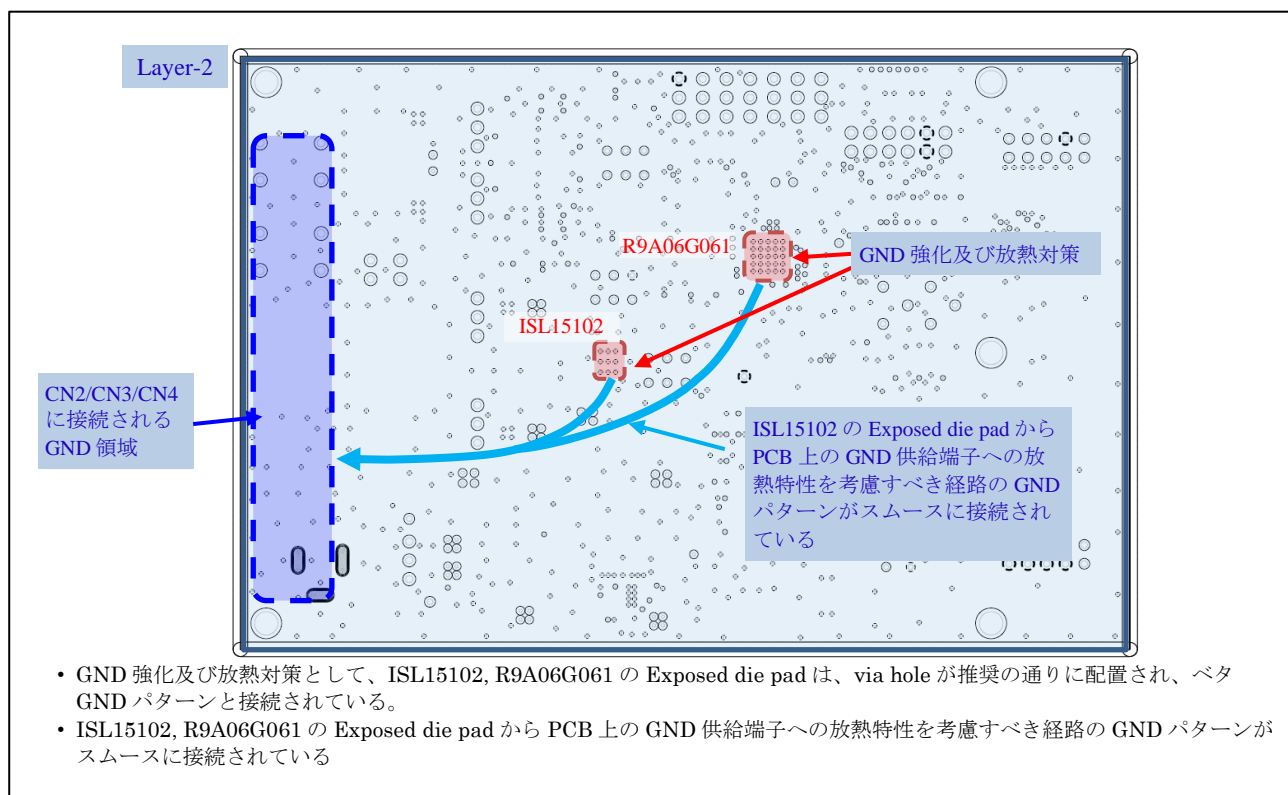

Figure 5-3 R9A06G061 と ISL15102 の Exposed die pad と GND パターンの接続例 (2 層)
- 2 層の GND 層では、R9A06G061, ISL15102 の Exposed die pad と PCB 上の GND 供給端子への経路を、スムーズに接続してください。(2 層の接続例を Figure 5-3 に示します)